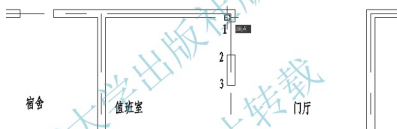

图 3.52 指定第一条尺寸界线原点
(1) 执行菜单栏中的【标注】|【线性】命令，执行线性标注操作。
① 在**指定第一条尺寸界线原点或 <选择对象>**: 提示下，捕捉如图 3.52 所示的右上方的阴角点作为线性标注的第一条尺寸界线的原点。